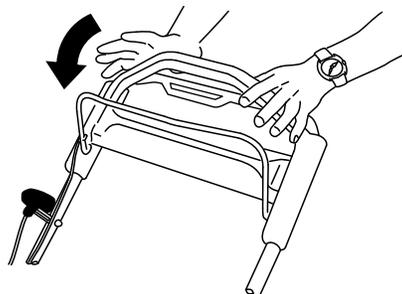

Рисунок 22
Отпустите штангу управления ножом (Рисунок 22).
- Если не установлена задняя выпускная заглушка, возьмите ее за рукоятку, поднимите задний отражатель и вставьте ее в желоб заднего выброса, пока защелка не зафиксируется на месте, см. Рисунок 22.